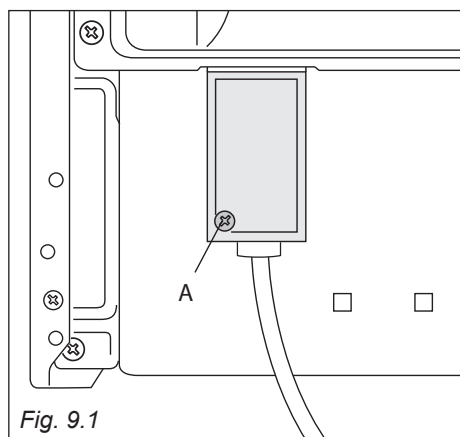

Fig. 9.1
- Svitare la vite di fissaggio della protezione "A" dietro la cucina (fig. 9.1).